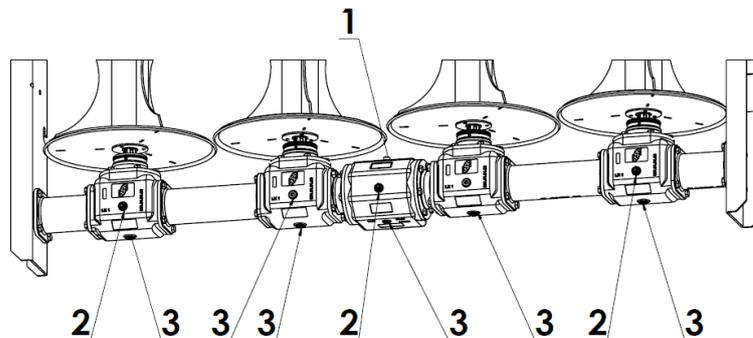

Рисунок 26-й Точки контроля уровня масла редуктора адаптера:
Для слива масла из редуктора адаптера (рис. 26) необходимо открутить сливные пробки (3). Через заливное отверстие (1) заливайте новое масло в редуктор до тех пор, пока оно не появится в контрольном глазке (2). Правильный уровень масла достигается тогда, когда масло видно посередине контрольного глазка. В редукторе адаптера отдельные корпуса редуктора соединены друг с другом, поэтому дозаправка и проверка уровня масла во всем узле осуществляется только через пробку заливного отверстия (1) центрального корпуса.